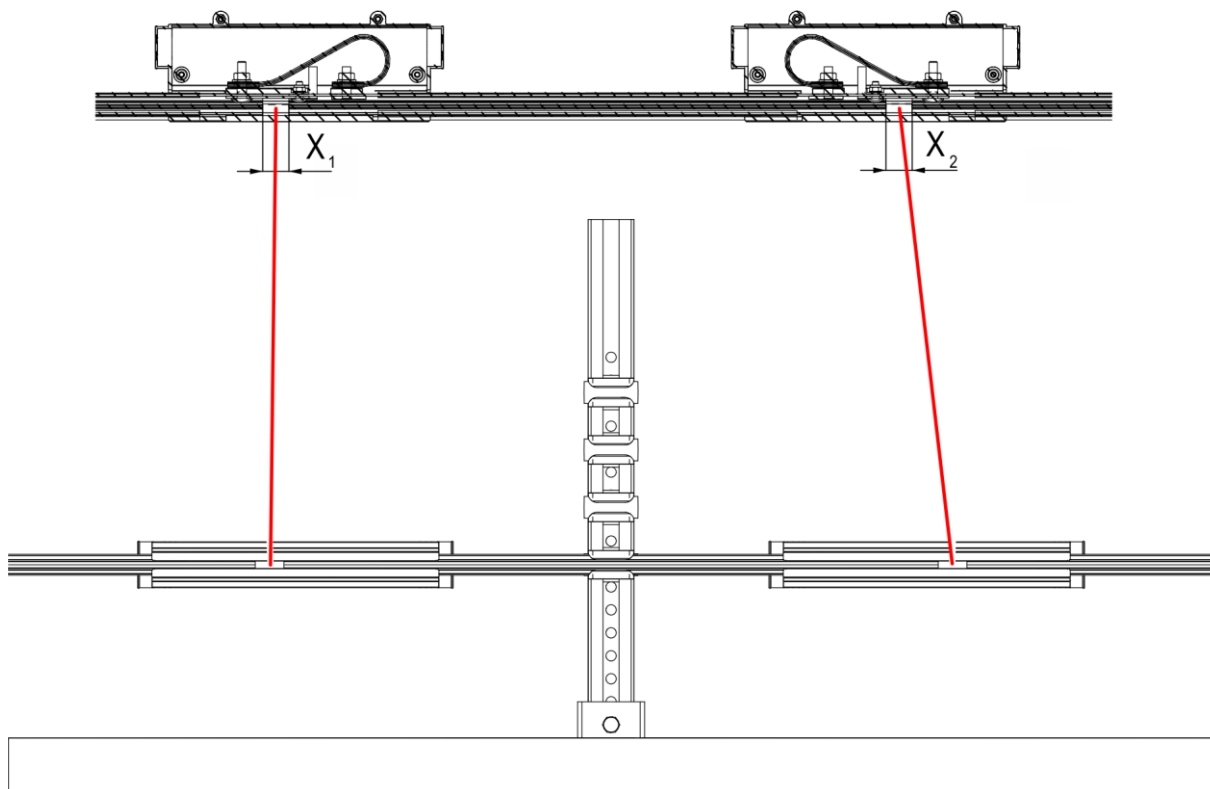
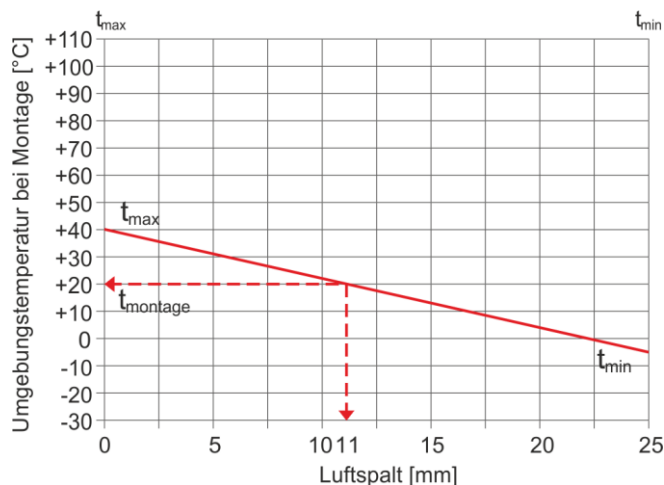

Abb. 95: Dehnspalt im Dehnelement
Abb. 96: Maß des Luftspalts ermitteln
- Das Maß des Luftspalts ist abhängig von der Umgebungstemperatur während der Montage. Das Luftspalt-Maß, bestehend aus den Dehnstellen-Maßen  $x_1$  und  $x_2$  (siehe Abb. 95), mithilfe des Diagramms ermitteln (siehe Abb. 96 bzw. das Vorlagen-Diagramm in Kapitel 12.2). Das ermittelte Maß von unten einstellen. Das Maß muss an den Dehnstellen nicht symmetrisch eingestellt werden.